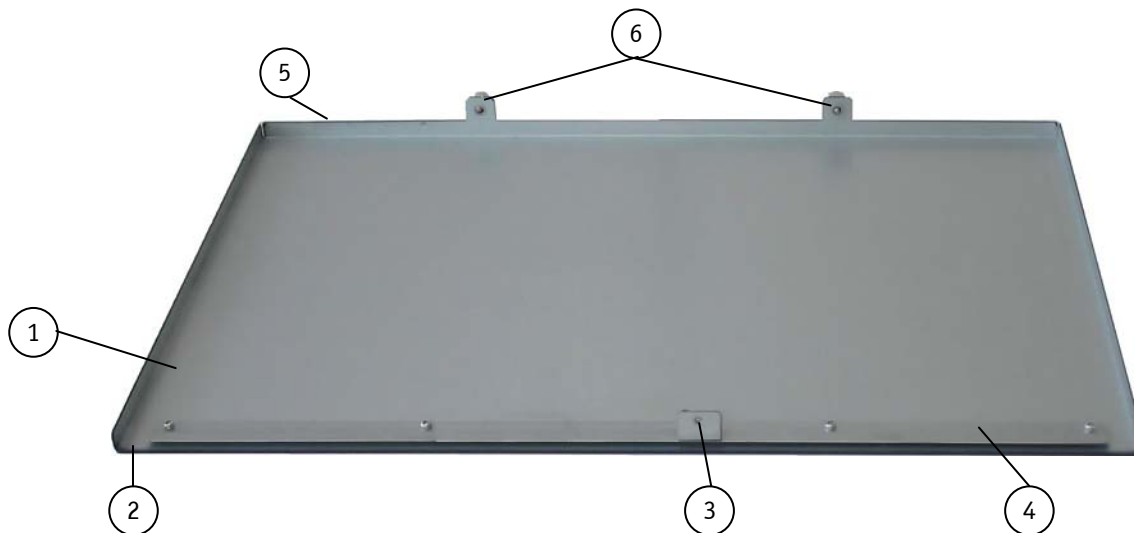
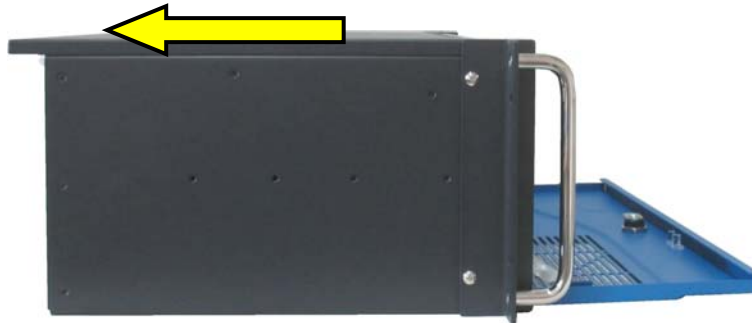

Abb. 22: Innenseite des Deckels mit Fixierungslaschen
Abb. 26: Zentrier- und Fixierungslasche des Deckels, aus der Deckelhalteplatte herausziehen
Die Befestigung des Deckels erfolgt über zwei Laschen an der Frontseite des Deckels (Abb. 22, Pos.3 und Pos. 4), zwei Fixierungslaschen mit Rändelschrauben an der Rückseite des Deckels (Abb. 22, Pos.6), und die Deckel-Anziehschraube (Abb. 9, Pos. 13) an der Frontseite der KISS 4U Short V2-Plattform.
Wenn der Deckel eingesetzt wird achten Sie darauf, dass die Fixierungslaschen (Abb. 22, Pos. 3 und Pos. 4) unter die entsprechende Deckelhalteplatte (Abb. 6, Pos. 5) des Gehäuses eingeführt wird. Die Zentrierlasche (Abb. 22, Pos. 3) und die frontseitige Deckel-Anziehschraube (Abb. 9, Pos. 13) sichern den Deckel an der Frontseite.
3. Ziehen Sie den Deckel kurz nach hinten (Abb. 26), um die Zentrier- und Fixierungslasche des Deckels (Abb. 22, Pos.3 und Pos. 4) aus der Deckelhalteplatte (siehe Abb. 6, Pos. 5) des Gehäuses herauszuziehen.
Der Kartenniederhalter (Abb. 6, Pos 13 und Abb. 22) und eine Halterung (Abb. 6, Pos. 7) fixieren die Erweiterungskarten in die entsprechenden Steckplätze.